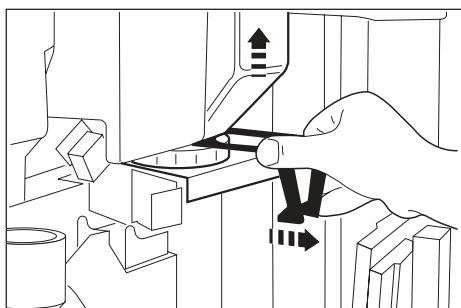

Fig. 31
- El contenedor del café se debe limpiar periódicamente, eliminando el aceite que deja el café. Tirar hacia el exterior el cierre del contenedor (24) para evitar la caída del café (Fig. 31). Retirar el contenedor de la máquina, lavarlo con agua tibia y reinstalarlo después de haberlo secado meticulosamente.